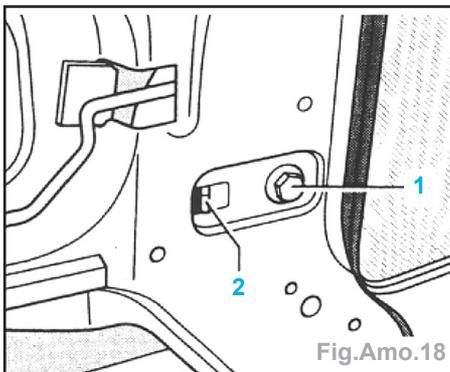
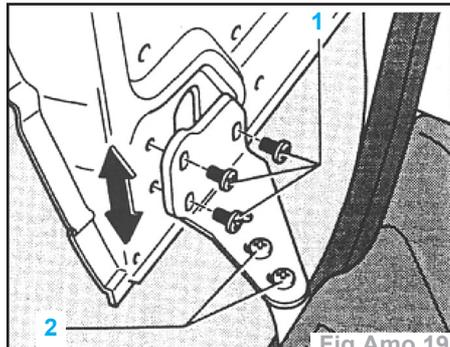

Fig.Amo.19
Fig.Amo.20
- Pendant qu'un second mécanicien soulève la porte coulissante, pousser la fermeture de charnière avec la vis six pans (1) et l'ergot de guidage (2) aussi loin que possible vers l'avant.
- Serrer la vis six pans (1).
- Si la hauteur de la porte coulissante à l'avant est incorrecte, desserrer les vis à tête cruciforme (1) et ajuster la porte coulissante en conséquence (flèche) (Fig.Amo.19).
- Si la partie avant de la porte coulissante n'est pas alignée avec le contour extérieur du montant B, procéder au réglage à l'aide des vis à tête cruciforme (2) comme décrit ci-après :
- Enlever le capuchon en matière plastique (1) en le poussant par le bas hors du marchepied (Fig.Amo.20).